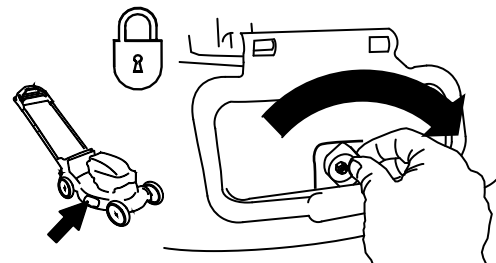

Bild 36
**Wichtig:** Verriegeln Sie das Seitenauswurfablenkblech nach dem Schließen (Bild 36).